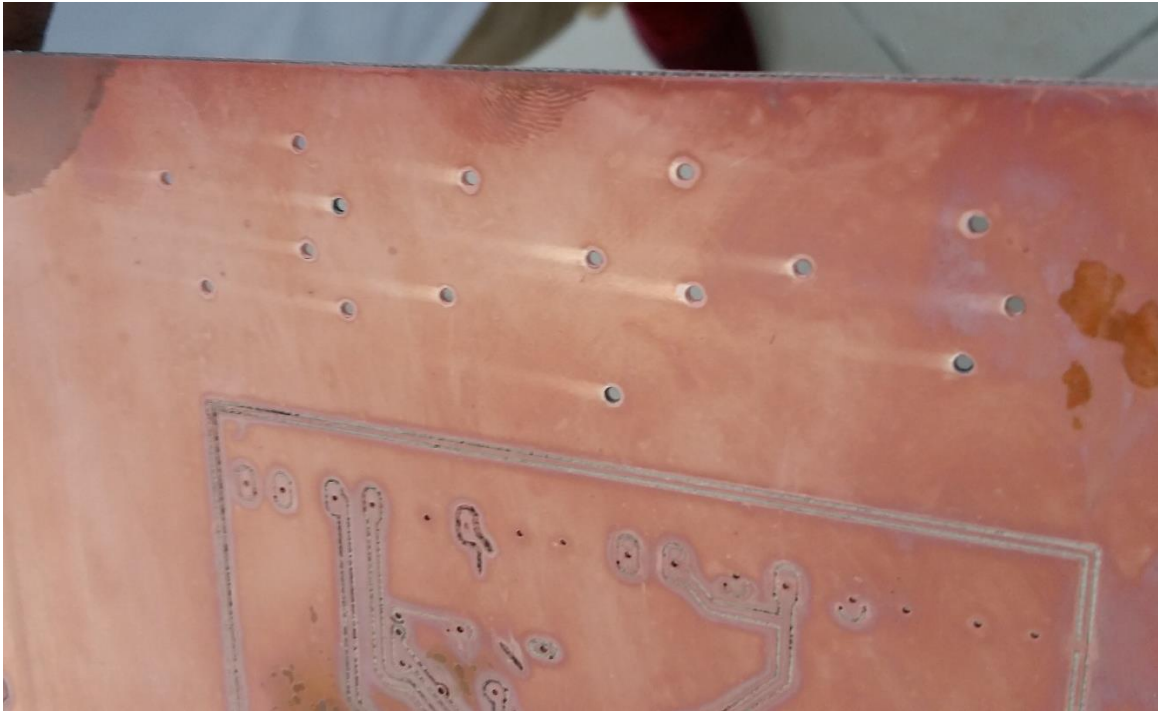

Figura 19. Proceso terminado.
28. Los huecos se visualizan con cobre por dentro como se ve en la figura 19.